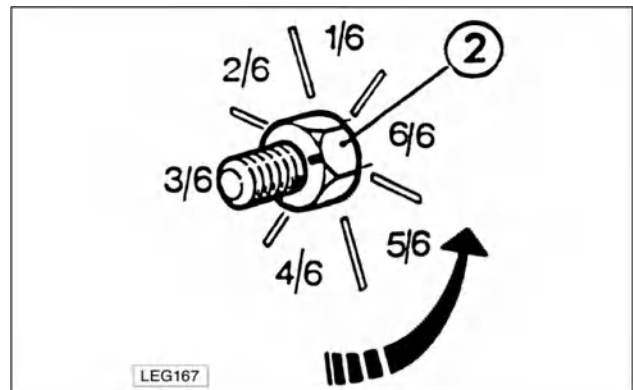
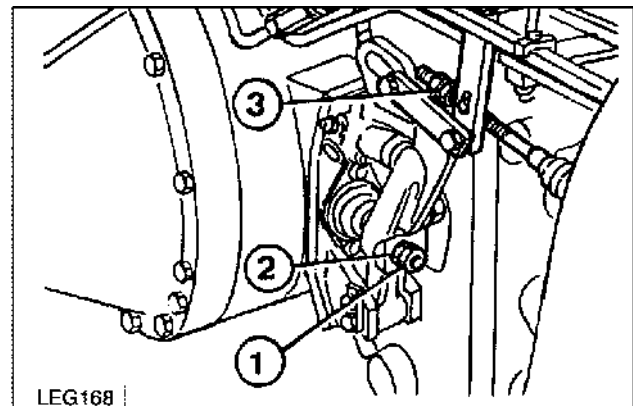

Рис. 7-9
Рис. 7-10
5. Ослабьте контргайку (1 — рис. 7-10). Медленно затягивайте регулировочную гайку (2 — рис. 7-10) до тех пор, пока колесо не перестанет вращаться вручную.
6. Нанесите контрольную метку на регулировочную гайку и на опору, затем ослабьте гайку на 1 + 4/6 оборота (рис. 7-9) так, чтобы колесо начало свободно вращаться. Затем зафиксируйте регулировочную гайку соответствующей контргайкой (1 — рис. 7-10).